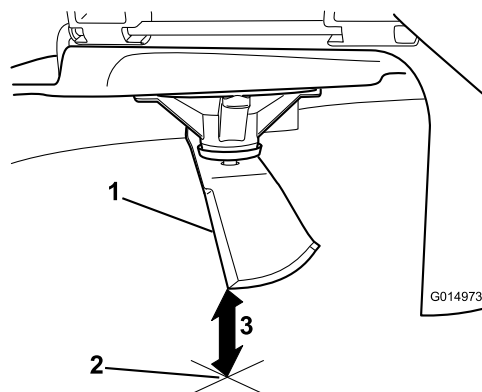

**Figure 43**
- Mesurez la distance entre la lame et la surface (A)
- Tournez la même lame de 180 degrés pour amener l'autre tranchant à la même position (Figure 43).